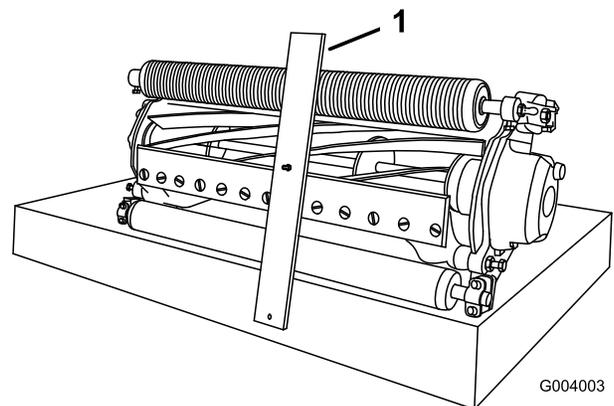

Рисунок 19
2. Зацепите головку болта измерительной планки регулировки высоты скашивания за правую сторону режущей кромки неподвижного ножа и приложите задний конец планки к задней части валика (Рисунок 19).